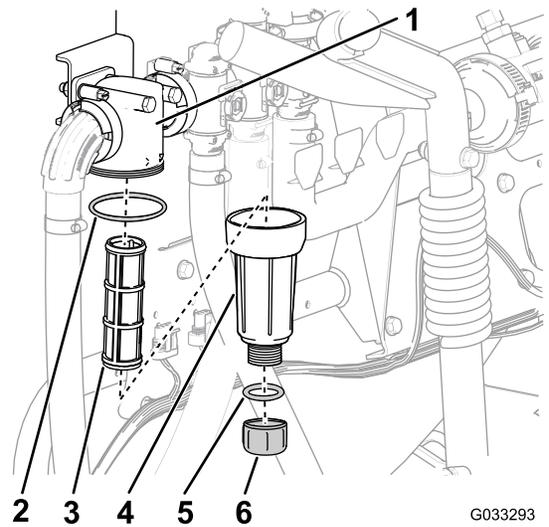

图 31
- 在压力式滤清器下放置一个排放盘图 31。
- 逆时针旋转排油盖然后将其从压力式滤清器的油碗中取出图 31。
- 逆时针旋转油碗然后拆下滤清器头图 31。
- 拆下压力式滤清器的滤芯图 31。
- 检查排油塞的垫片在油碗内侧和油碗的垫片在滤清器头内侧是否有磨损和损坏图 31。
- 将压力式滤清器滤芯安装到滤清器头中图 31。
- 将油碗安装到滤头上并用手紧固图 31。
- 将排油盖安装到油碗底部的接头上然后用手拧紧排油盖图 31。